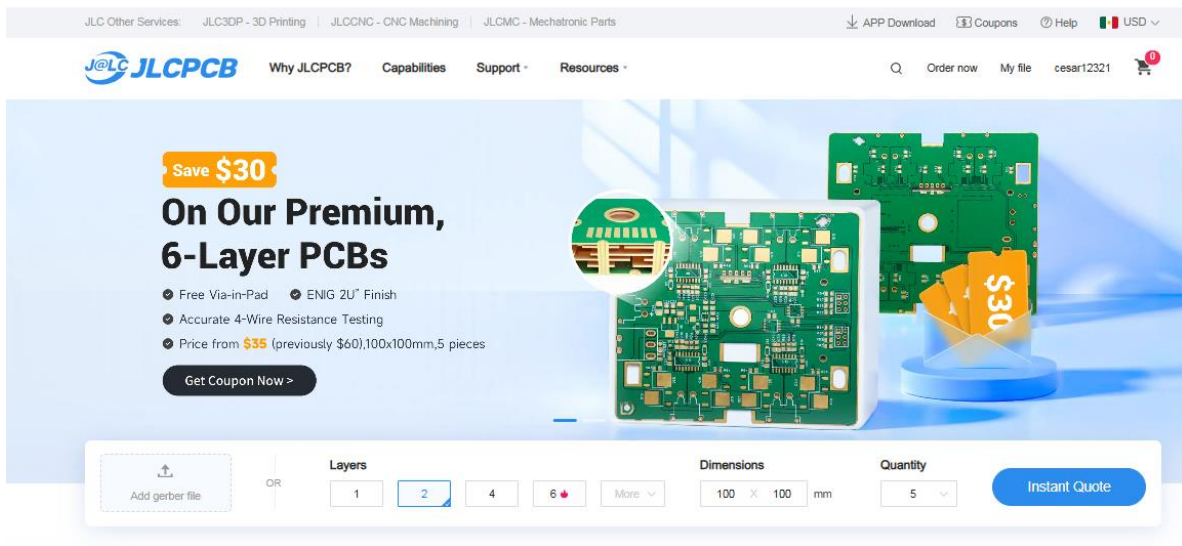

Ilustración 13 Pagina JLCPCB.
Paso 5.1: Ir a la página de JLCPCB y pulsamos en “Instant Quote” (Ilustración 13).